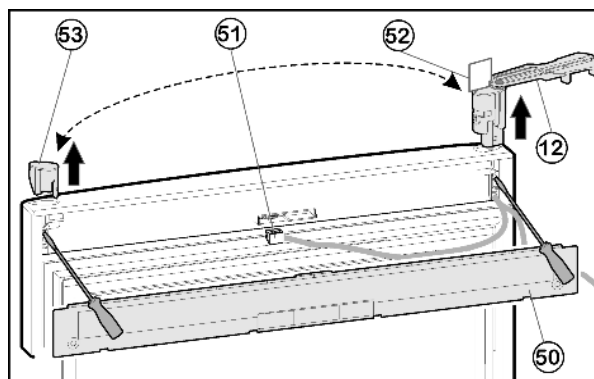

Fig. 10
- ▶ Снимите крышку Fig. 10 (50) на дверце с помощью отвертки.
- ▶ Отсоедините разъем Fig. 10 (51).
- ▶ На верхней дверце поверните опорный кронштейн Fig. 10 (12) наружу параллельно краю дверцы.
- ▶ При помощи отвертки вытолкните опорный кронштейн Fig. 10 (12) снизу и снимите с двери вместе с кабелем.
- ▶ Извлеките пробку Fig. 10 (53) снизу при помощи отвертки и вставьте на другой стороне.
- ▶ Проденьте кабель опорного кронштейна Fig. 10 (12) на противоположной стороне и установите опорный кронштейн.
- ▶ Снимите шаблон Fig. 10 (52) и закрепите на опорном кронштейне.
- ▶ Вставьте разъем Fig. 10 (51).
- ▶ Зафиксируйте крышку Fig. 10 (50) на дверце.